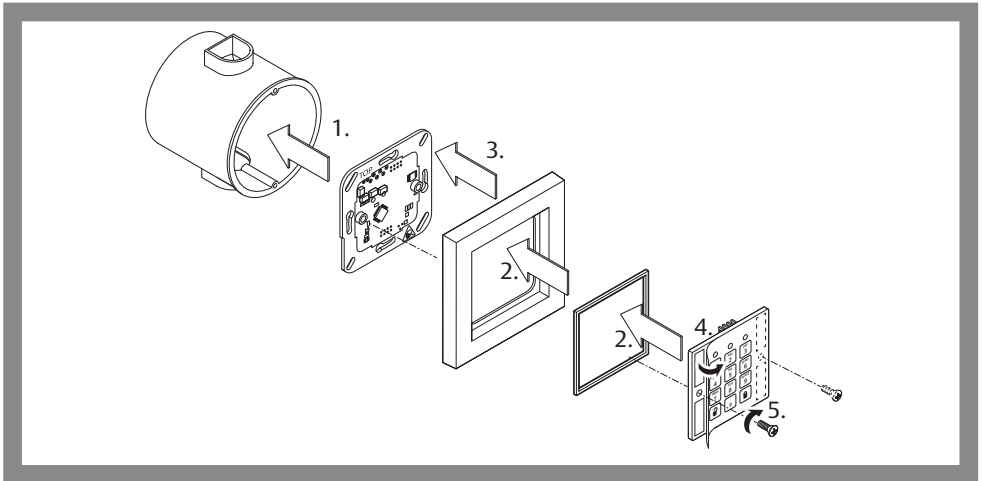

Abb. 3: Den SCALA Leser montieren und demontieren
- 2 Montieren Sie die Platine des Lesegeräts in der Schalterdose im Innenbereich (Abb. 3).